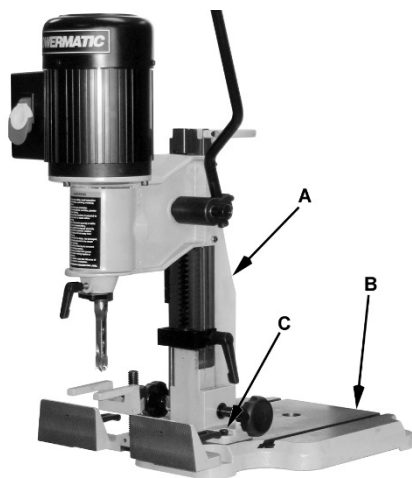

Рис. 14
Выкрутите из основания станка четыре винта с внутренним шестигранником (C, Рис. 14) и поверните колонну вместе с головкой (A) на 180°. Поворот головки даст возможность нарезать паз в крупной заготовке вне зоны станка.